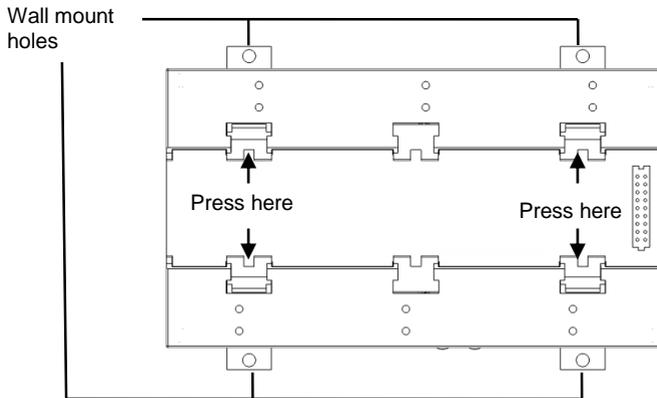

Abbildung 4: Aufgeklappte Clips
- 3 Positionieren Sie das Gerät mit den aufgeklappten Clips wie in Abbildung 4 gezeigt an der Wand. Zeichnen Sie die Bohrlochpositionen durch die Öffnungen in den Clips an und bohren Sie Löcher unter Verwendung eines Bohreinsatzes mit 4 mm Durchmesser.